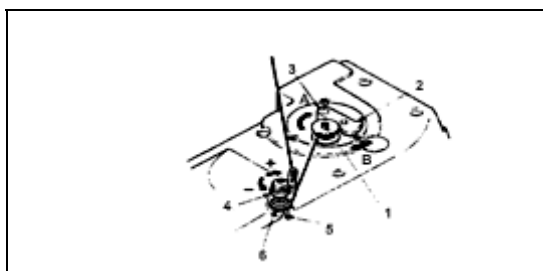

Fig. 4
7. ENCHENDO DA CARRETLHA (fig. 4)